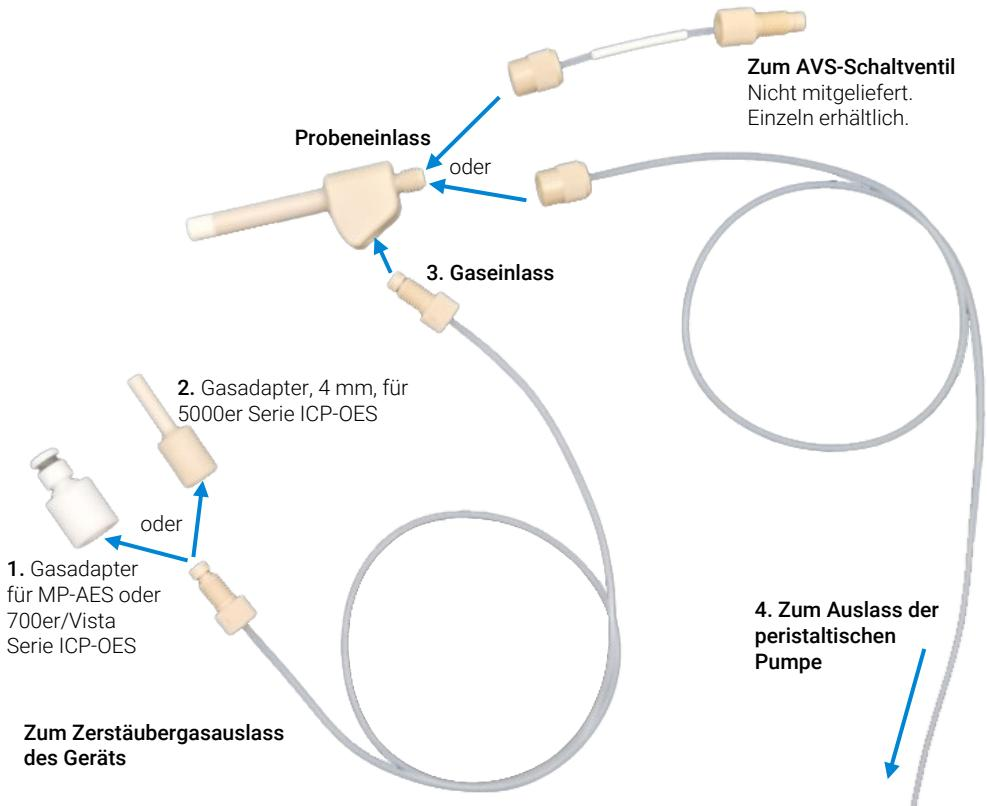

Abbildung 2 Montageanleitung für inerter V-Groove-Zerstäuber für hohe Salzfracht
- Probeneinlassschlauch, Zerstäuber-Anschluss an Probenschlauch (1/16 Zoll) (4 in Abbildung 2)
- Gaseinlassschlauch, Zerstäuber-Gasadapter für 5000er Serie ICP-OES (3 in Abbildung 2)
- Gasadapter für 5000er Serie ICP-OES Zerstäubergasauslass (2 in Abbildung 2)
- Gasadapter für MP-AES oder 700er/Vista Serie ICP-OES (1 in Abbildung 2)